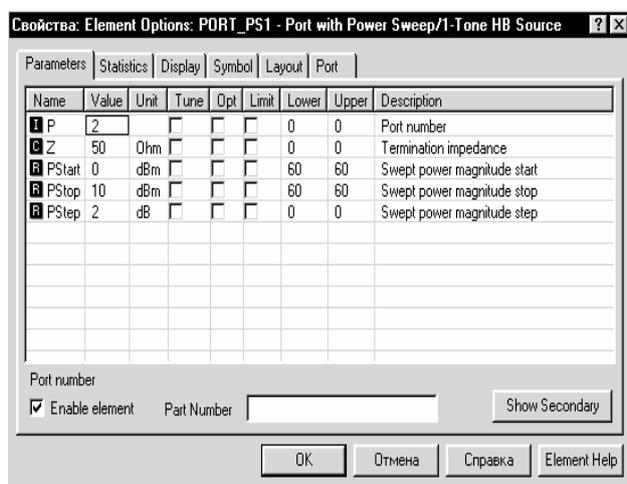

Рис. 3.32
1. Щёлкните левой кнопкой мышки по порту **PORT_PS1**, затем дважды щёлкните левой кнопкой мышки по этому порту. В открывшемся окне отредактируйте параметры порта так, чтобы их значения соответствовали указанным на рис. 3.32, затем нажмите панель **Port** в верхней части окна и отметьте переключатель **Tone 1** (если он не отмечен), нажмите **OK**.
1. Щёлкните левой кнопкой мышки по элементу **MLIN ID=1**, затем дважды щёлкните левой кнопкой мышки по этому элементу. В открывшемся окне отредактируйте параметры элемента так, чтобы их значения соответствовали указанным на рис. 3.32.